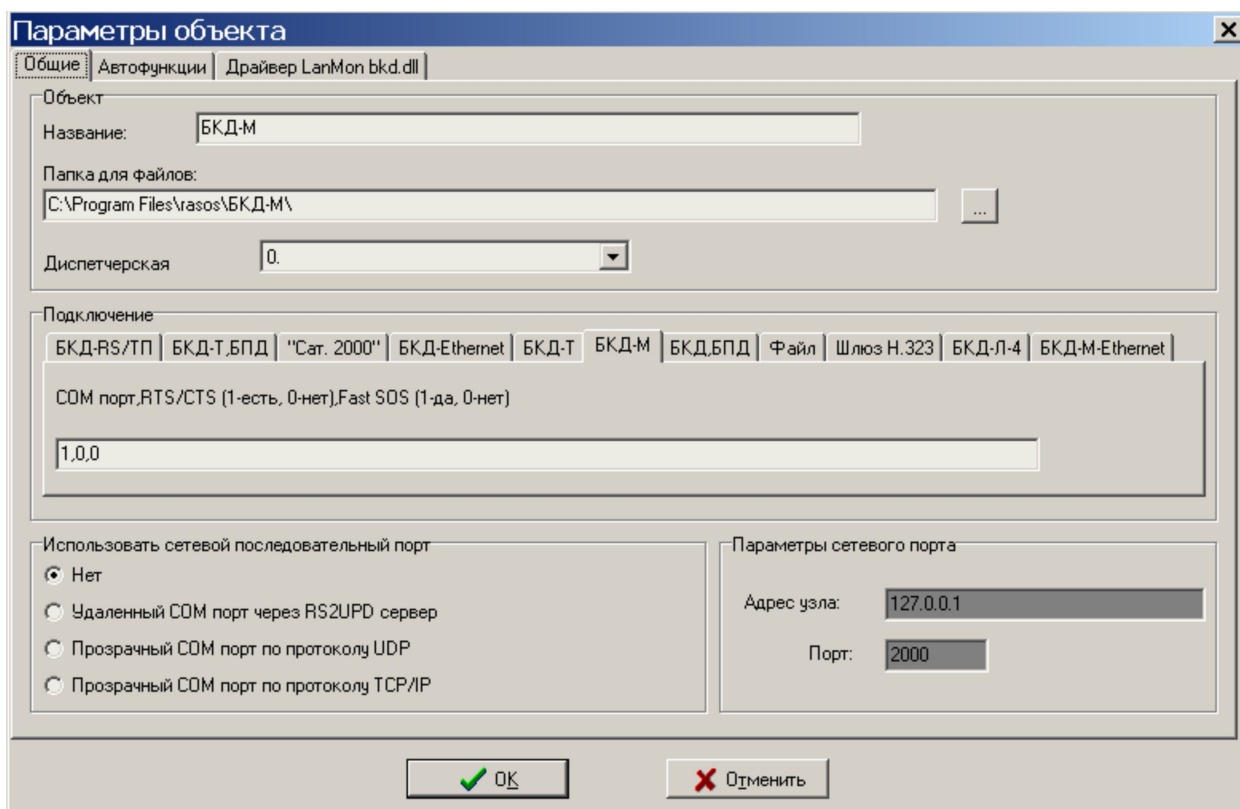

Рисунок 124
4) Подготовить ПЭВМ к работе, загрузить ПО RASOS, создать новый объект БКД-М, установить параметры подсоединения (рисунок 124).